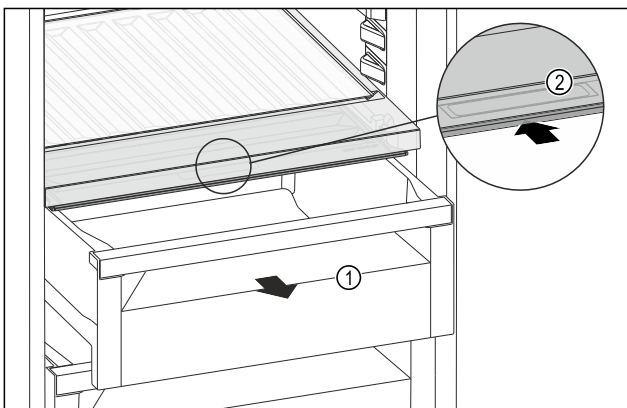

Fig. 252
- Schubfach Fig. 252 (1) herausziehen.
- Griffmulde Fig. 252 (2) am Fachdeckel anfassen und Fachdeckel gleichzeitig nach hinten schieben.